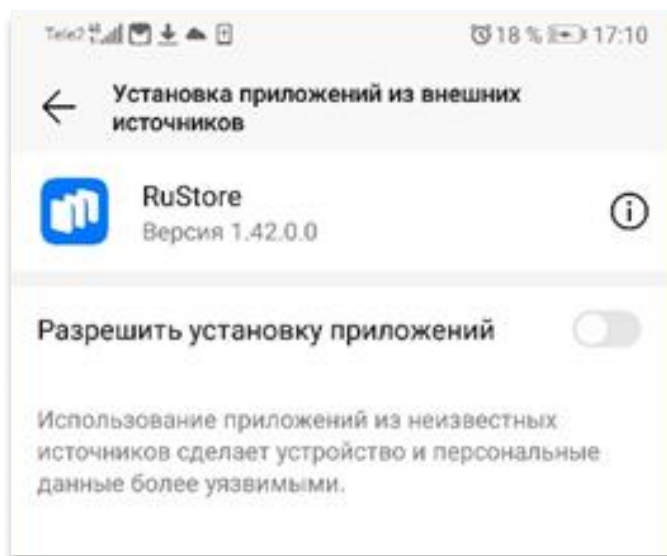

Рисунок 11 - Разрешение на установку приложения
4. Программе-установщику **RuStore** необходимо дать разрешение на установку приложений (рисунок 11), нажав на «Разрешить установку приложений».